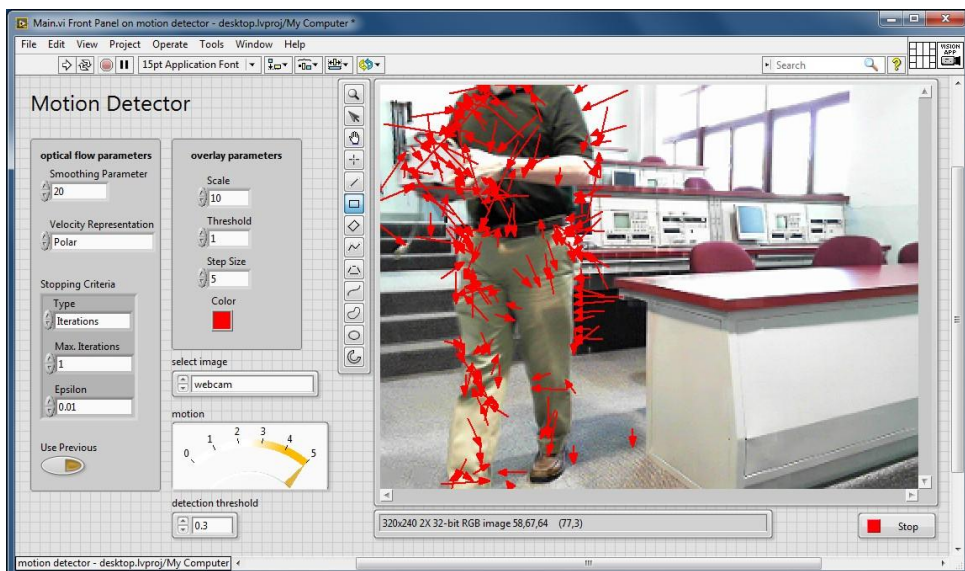

Рисунок 15.1: Лицевая панель приложения Детектор движения
**Рисунок 15.1** отображает лицевую панель приложения *Motion Detector*, на которой показан движущийся объект. Стрелки отображают скорость оптического потока на всем изображении.